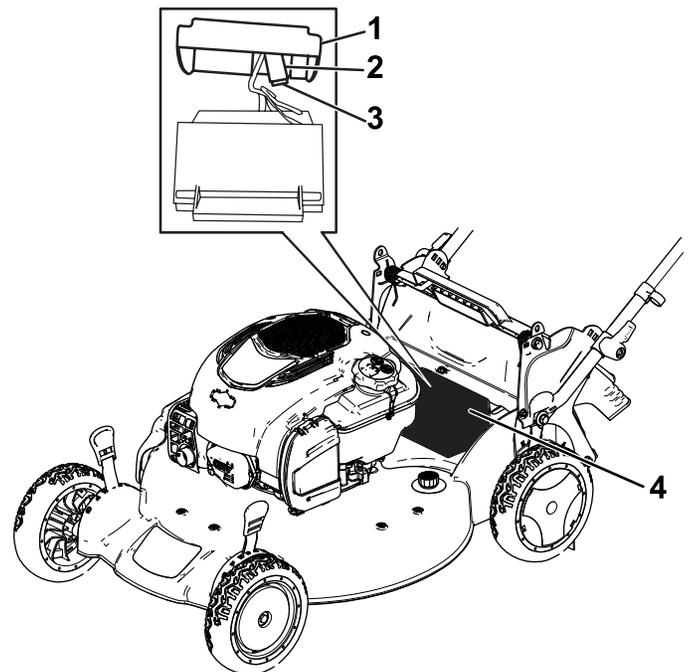

Рисунок 30
1. Снимите крышку аккумуляторного отсека (**Рисунок 30**).
2. Выньте аккумуляторную батарею и найдите предохранитель (**Рисунок 30**).
3. Замените плавкий предохранитель в держателе (**Рисунок 30**).
4. Установите крышку поверх аккумуляторного отсека (Рисунок 30).